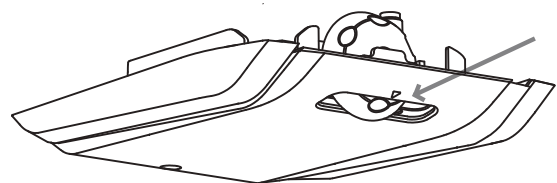

Fig. 1
- La unidad de termostato para el control del aparato se encuentra ubicado en el interior del compartimento frigorífico (Fig. 1).